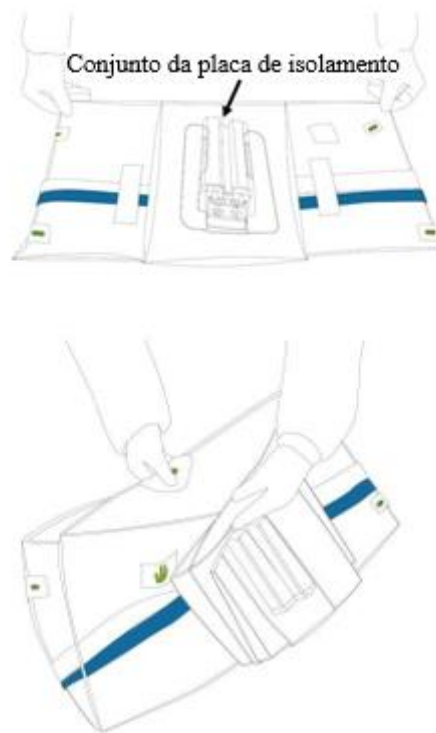

Figura 6.4 Agarramento do Campo Estéril do Braço de Instrumentos
4. Gire o conjunto da placa de isolamento para fora e segure a extremidade da placa de isolamento com uma mão e a extremidade do punho com a outra mão. (Figura 6.4).